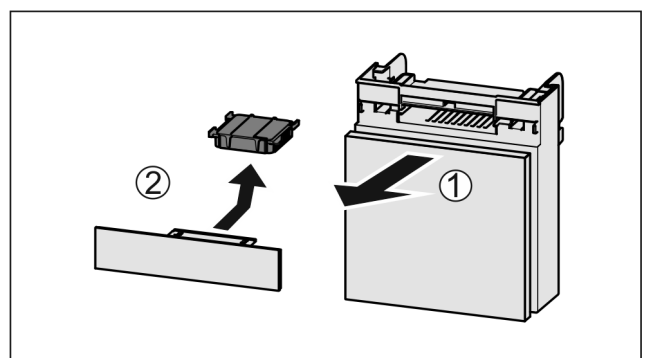

Fig. 94
- ▶ Издърпайте Fig. 94 (1) напред от отделението.
- ▶ Извадете Fig. 94 (2) филтъра с активен въглен.